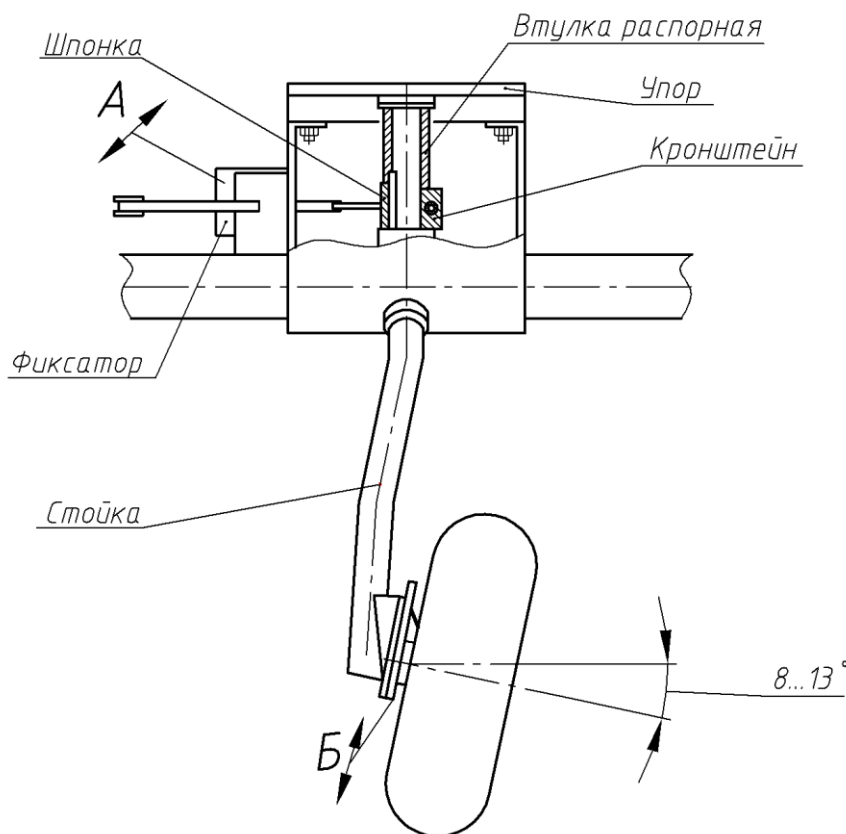

Рисунок 7. Установка левого колеса
6.3.3 Вставьте стойку левого колеса в жатку (рисунок 7), установите кронштейн и шпонку. Затем установите втулку распорную и закрепите сверху упор. Стойка колеса должна упираться в пластину упора. Зажмите клеммное соединение кронштейна, при этом вилка кронштейна должна находиться по центру фиксатора. Поверните колесо в рабочее положение и зафиксируйте.
- повернуть рукоятку фиксатора левого колеса (рисунок 7) в рабочее положение (см. схему на жатке) и движением трактора назад добиться поворота колеса до фиксации в рабочем положении;